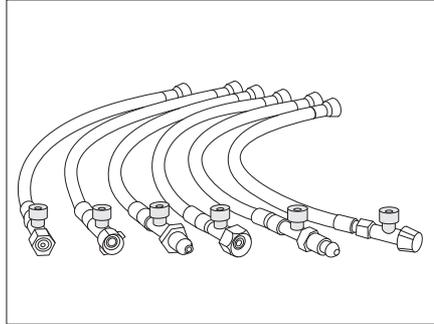

Bild 175 Hochdruckschläuche mit Schlauchbruchsicherung (länderspezifische Varianten)
- Aktivieren:** ■ Grünen Knopf am Hochdruckschlauch (Bild 175) kräftig drücken.